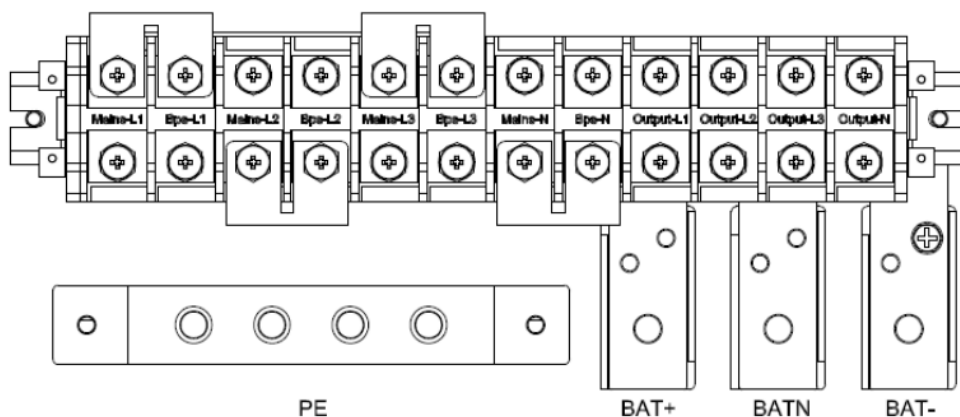

Рисунок 5 — Схема подключения изделия при одиночном входе для SKAT-UPS 80-3/3-ON, где клеммы Vin и BPS соединены медными перемычками по фазам и нейтрали
- Проводники фаз L1, L2, L3 и провод N питающей линии от распределительного щита, предназначенные для подключения на входы изделия, должны быть обесточены (см. рисунок 5,6)